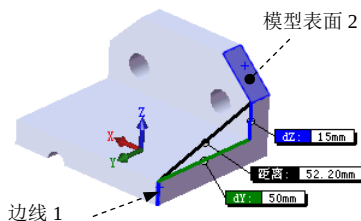
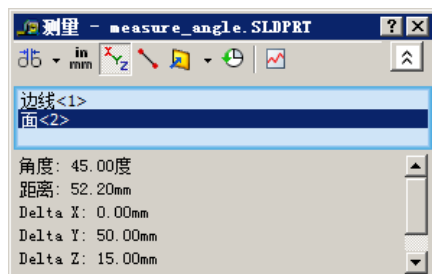

图 4.10.16 测量线与面间的角度
图 4.10.17 “测量”对话框（三）
Step5. 测量线与面间的角度，如图 4.10.16 所示。操作方法参见 Step4，结果如图 4.10.17 所示。